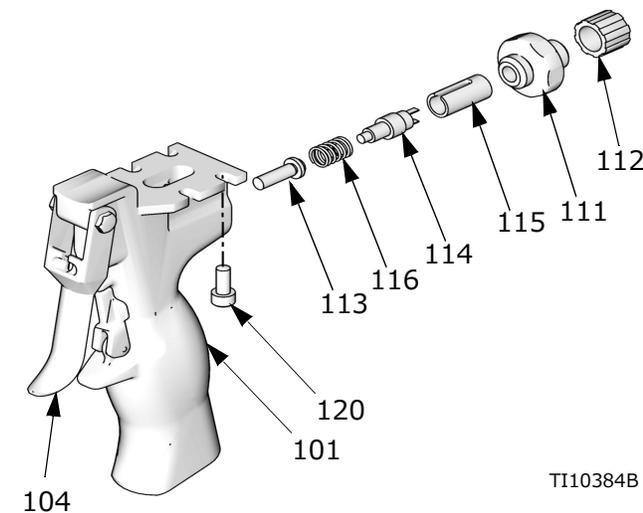

図 10
1. プランジャー (113) とスプリング (116) を取り付けます。図 10 を参照ください。
2. ハンドル上部の穴に接地ラグ (108) を通している間に、スイッチアセンブリ (255463) を挿入します。
3. プラグ (111) を 14-15 N•m (125-135 インチ - ポンド) のトルクで締めます。
4. 張力緩和装置 (112) を締めます。
5. 接地ネジ (110) をロックワッシャ (109) と接地ラグ (108) に通して挿入します。1.7-2.2 N•m (15-20 インチ - ポンド) のトルクで締めます。
6. ディスパンスバルブの位置をハンドル (101) の上と合わせます。4本のネジ (120) を均一的に 1.7-2.2 N•m (15-20 ポンド) のトルクで締めます。